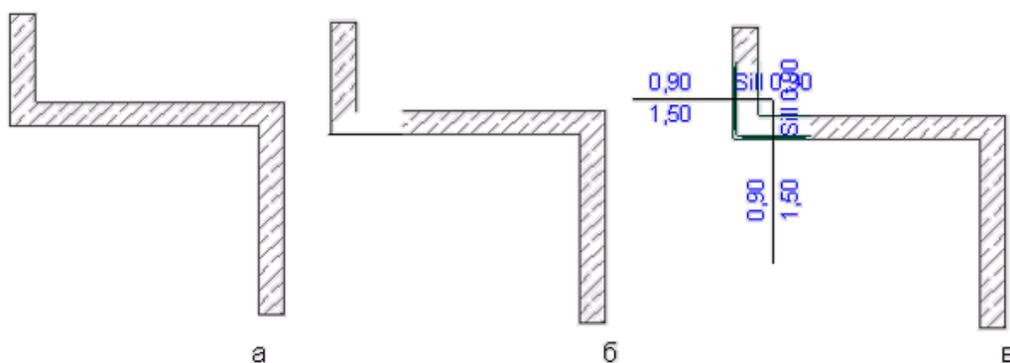

Рис. 37. Построение углового окна.
- 2) щелкните мышью на одной из стен, образующих угол (рис. 37, а);
- 3) укажите щелчком мыши наружную сторону стены (рис. 37, б), после чего будет построено угловое окно (рис. 37, в).